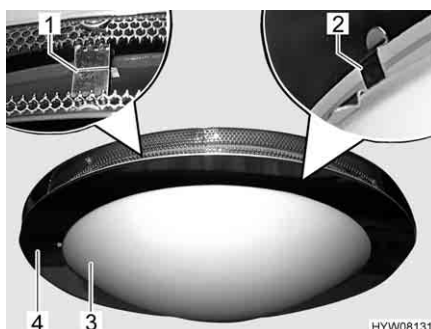

Fig. 186 Lampada a soffitto (rotonda)
- Tirare verso il basso l'anello metallico inferiore (Fig. 186,4) della lampada a soffitto opponendo resistenza alle graffe di supporto (Fig. 186,1). L'anello metallico inferiore si stacca da quello superiore.
- Estrarre la copertura della lampada (Fig. 186,3) opponendo resistenza alle graffe di supporto (Fig. 186,2).